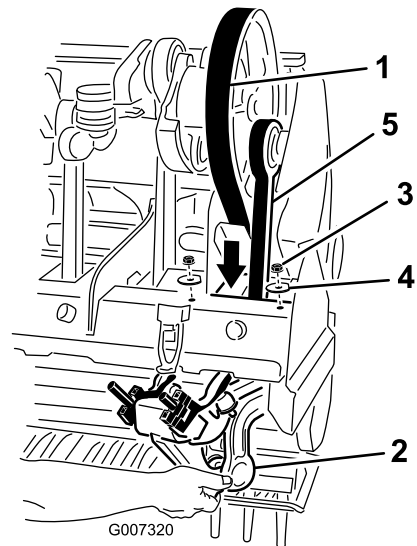

Figura 39
per il braccio del gruppo di pressione n. 1 (Figura 39).
7. Dirigete la cinghia di trasmissione in basso attraverso il telaio della testa di carotaggio e attorno all'estremità inferiore del braccio del gruppo di pressione n. 1 (Figura 39).